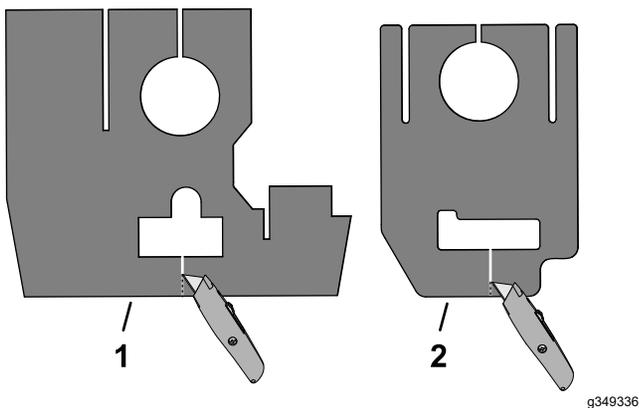

Figura 2
2. Utilize uma faca para cortar os tampões superior e inferior da coluna da direção como se mostra na Figura 2.